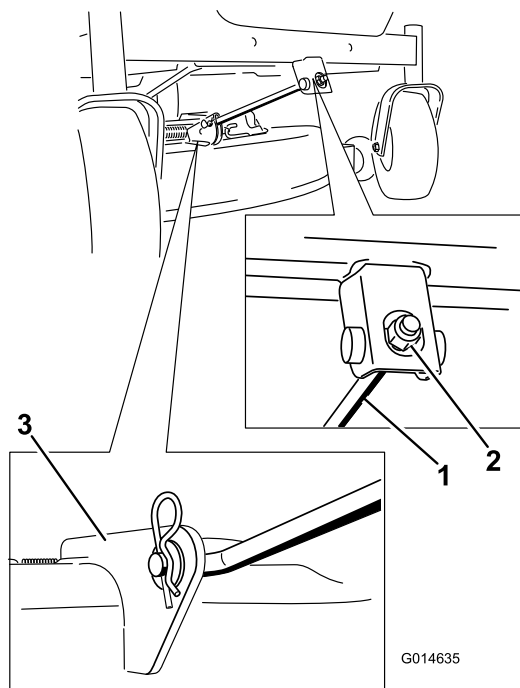

Figura 56
4. Rimuovete la coppiglia dall'asta di supporto frontale e rimuovete l'asta dalla staffa del piatto di taglio (Figura 56). Abbassate con cautela la parte anteriore del piatto di taglio fino al suolo.
6. Montate l'asta di sostegno anteriore sul piatto di taglio con il perno con testa e la coppiglia a forcina (Figura 56).